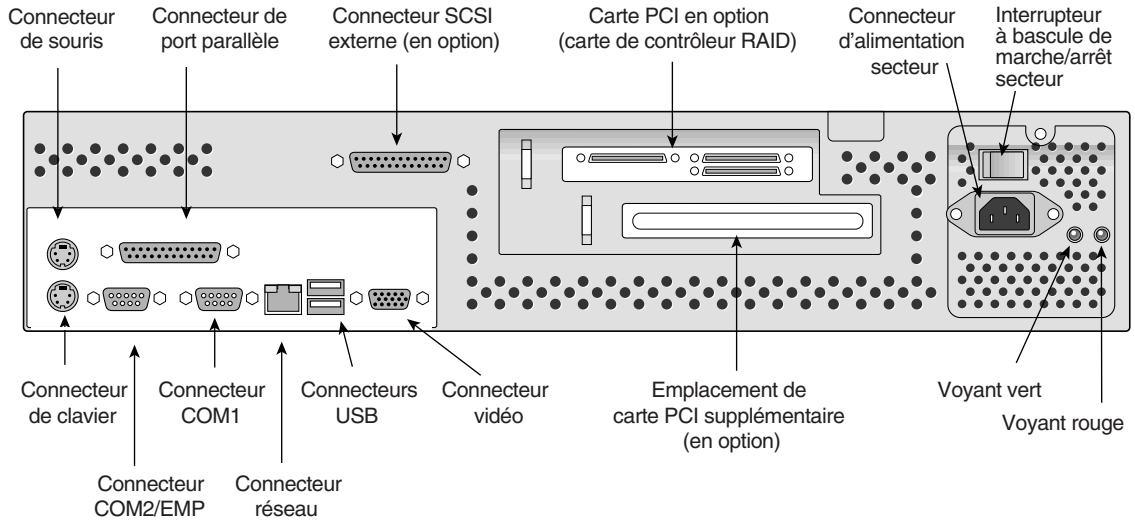

Figure 2 Arrière du serveur SGI 1200 - Connecteurs et contrôles
6. Parmi les périphériques suivants, branchez ceux que vous allez utiliser sur les connecteurs présentés dans la Figure 2 :